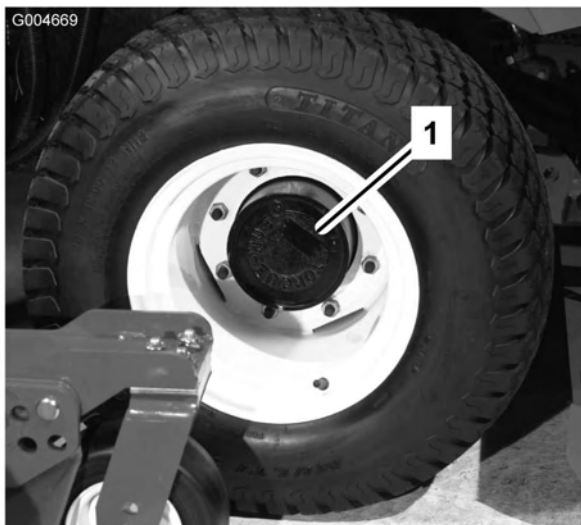
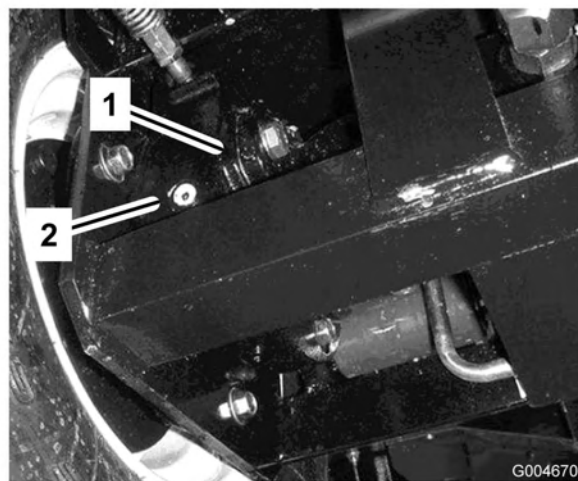

Figura 10
Figura 11
1. Con la macchina parcheggiata su una superficie pianeggiante, posizionate la ruota in modo che il tappo di controllo/riempimento (Figura 10) si trovi nella posizione ore due o dieci.
2. Togliete il tappo dal planetario (Figura 10) e controllate il tappo sul lato posteriore del freno (Figura 11). L'olio deve raggiungere la base del foro di controllo sul lato posteriore del freno.